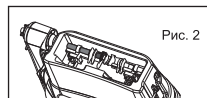

Рис. 2
- установите вал (62) в отверстие поддона со стороны узла насоса (Рис.2), наденьте его на шайбу и протолкните до упора;
- в отверстие на валу вставьте шпильку (43);
- в отверстие в верхней части узла насоса вставьте шатун (66), на выступающий край которого наденьте шайбу (44). Закрепите шатун осью (67), установив ее в отверстие на шатуне;
- установите рычаг (65) одновременно на шатун и вал;
- установите шайбы соответствующего диаметра и оси (67).
2. Закрепите ремень на верхней части опрыскивателя, продев петлю ремня в «ухо» на опрыскивателе. Закрепите ремень осью (52). Боковые части ремня закрепите пряжкой.
4. Соберите удлинитель, соединив трубку (8), ручку в сборе (13), шланг (18), уголок в сборе (69) и гайку уголка (70). Вставьте трубку заборную (21) в отверстие на колбе (45) и затяните гайку (19). Отрегулируйте длину удлинителя, ослабив гайку (71)